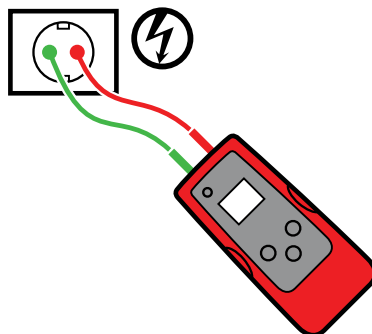

Figura 3.4a
3. Collegare i cavetti rosso e verde ai cavi Linea e Neutro dello stesso ricettacolo o cavo (vedi figura 3.4a).